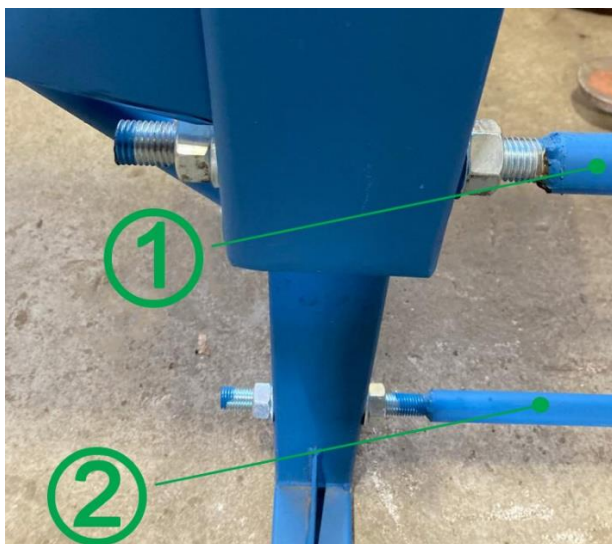
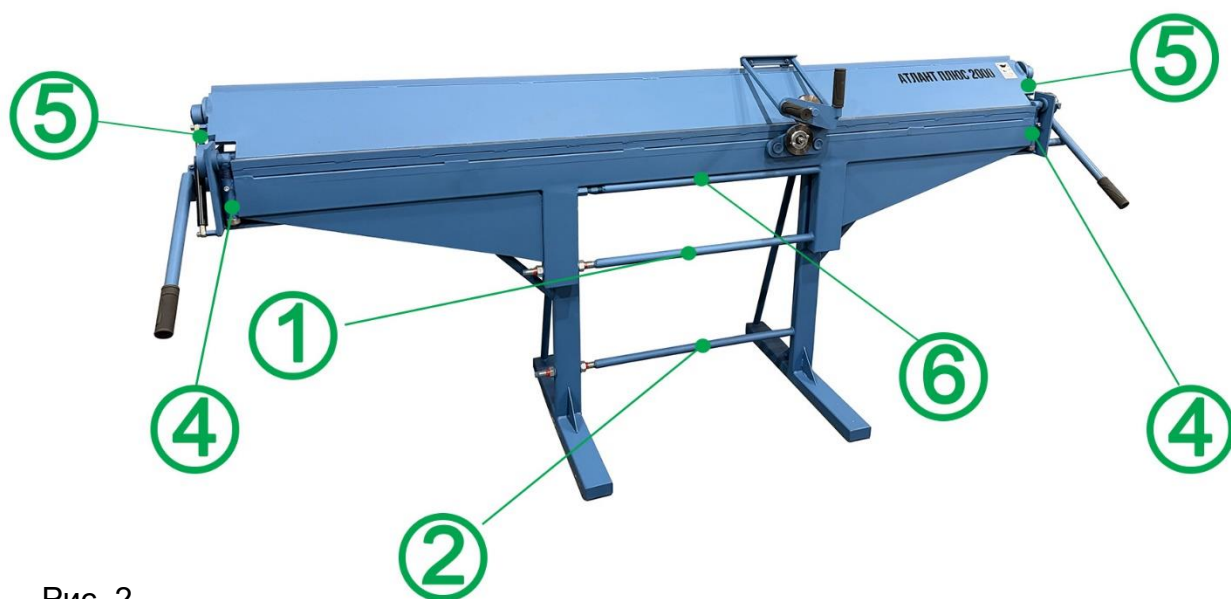

Рис. 1
Рис. 2
Станок регулируется боковыми гайками, расположенных на резьбовых шпильках (рис.2 цифры 4) по краям гибочной балки. Для этого нужно загнуть гибочную балку под углом 90° параллельно земле и посмотреть на зазор, чтобы гибочная балка при загибе не заходила на прижимную балку (которая прижимает лист).
Заправляем железо, загибаем его под углом 90°. Открываем прижимную балку, снимаем напряжение с листа и смотрим – если не догибает центр листа – тогда мы регулируемгиб, для этого на гибочной балке есть стяжка (рис.2 цифра 1). Внутреннюю гайку отпускаем, а наружной – подтягиваем. И обязательно контролируем внутреннюю гайку (рис. 1)!
Важно: по краям гибочная балка должна быть ниже «стола» (куда кладётся лист) на 3-5мм, а центр в ноль, т.е. чтобы по высоте центр гибочной балки не был выше «стола» (куда кладётся лист), а лучше ниже на пару мм. Если центр гибочной балки будет - выше «стола» (где лежит лист), то износ механизмов происходит намного быстрее. Примечание 1: высота гибочной балки регулируется резьбовыми пальцами по краям (рис. 2, цифра 4). Примечание 2: закрыть полностью сначала прижим до упора.
2) Регулировка «стола» (где лежит лист) в вертикальной плоскости (вверх-вниз) - стяжка на ногах станка. (рис. 2, цифра 2).
4) Регулировка вертикального положения (вверх-вниз) гибочной (поворотной) балки при помощи боковых резьбовых пальцев (рис. 2, цифра 4). По краям гибочная балка должна быть ниже «стола» (куда кладётся лист) на 3-5мм, а центр в ноль.
6) Регулировка положения гибочной балки в горизонтальной плоскости (рис. 2, **цифра 6**). Позволяет (если смотреть сверху на станок) убрать щель между гибочной балкой и «столом» (где лежит лист), хотя эта щель никак не влияет на гиб листа и можно её оставить.